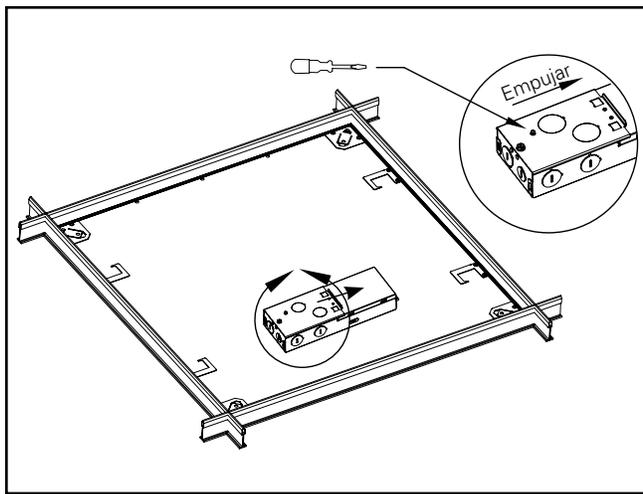

Figura 5.
- Meta todos los cables y tuercas para cables en la caja de conexiones de la luminaria, reemplace la placa de acceso eléctrico y encájela firmemente en su lugar. (Figura 5.)